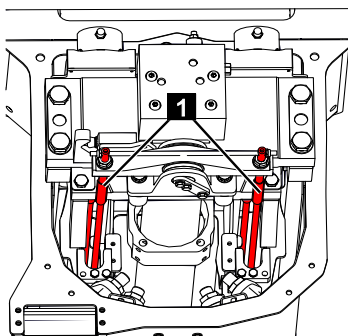

Fig. 259
11. Contrôler si les câbles de sortie (Fig.259/1) ne sont pas endommagés.